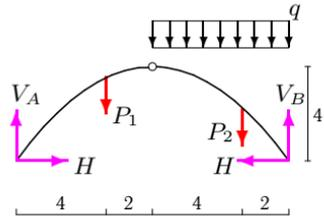

Рис. 79
1. Определяем вертикальные реакции  $V_A$ ,  $V_B$  опор арки. Освобождаем арку от внешних связей (пятых опор), заменяя их действие реакциями  $V_A$ ,  $V_B$  и распором  $H$ . В отсутствии внешних горизонтальных нагрузок горизонтальные реакции равны и противоположно направлены (рис. 79). В тех случаях, когда опоры арки находятся на одном уровне,